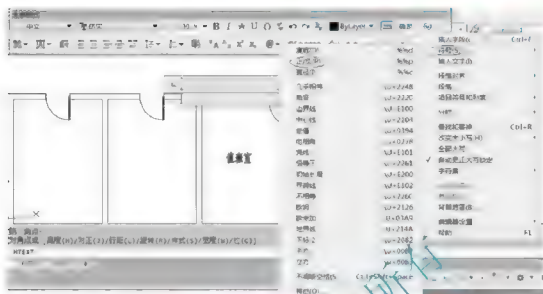

图 3.12 利用快捷菜单输入的文字
① 在指定第一角点：提示下，在宿舍平面图内单击一点，将其作为文字框的左上角点。
② 在指定对角点或[高度(H)/对正(J)/行距(L)/旋转(R)/样式(S)/宽度(W)]:提示下，光标向右下角拖出矩形框后单击。
③ 在【文字格式】对话框中将当前字体样式设为【Standard】，字高设为“300”。
④ 在文字输入窗口内右击，在弹出的快捷菜单中执行【符号】|【正/负】命令，如图 3.12 所示，接着输入“0.000”。
⑤ 单击【确定】按钮关闭对话框，这样就输入了“±0.000”。